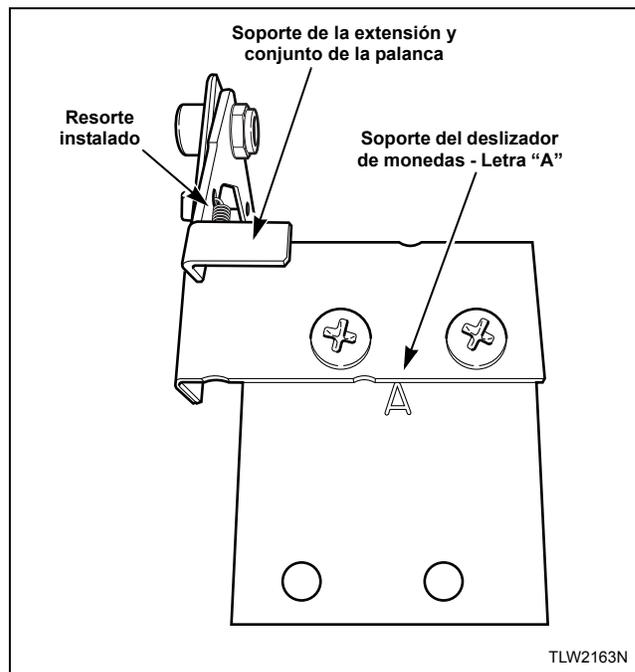

Figura 23
5. Instale el soporte de la extensión y el conjunto de la palanca en el soporte del deslizador de monedas usando dos tornillos y tuercas de seguridad. Consulte la *Figura 23*.
IMPORTANTE: Instale el soporte del deslizador de monedas que tiene la marca "A" hacia arriba y en dirección hacia el soporte de la extensión y el conjunto de la palanca. Consulte la *Figura 23*.